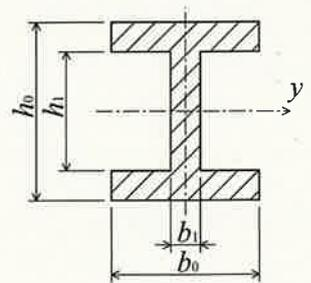

図 3
(3) はりの断面が図3のような場合、断面係数  $Z$  を求めよ。ただし、 $h_0 = 40 \text{ mm}$ 、 $h_1 = 30 \text{ mm}$ 、 $b_0 = 28 \text{ mm}$ 、 $b_1 = 6 \text{ mm}$  とする。(12 点)